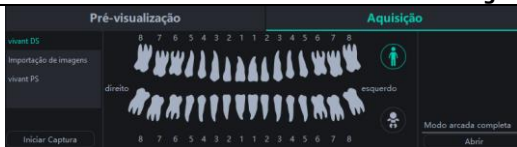
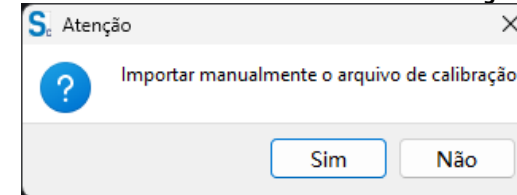
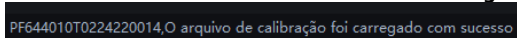

Fig. 23
Fig. 24
Fig. 25
h. Com o paciente selecionado, selecionar a aba "Aquisição" na parte superior da interface, e então "vivant DS". Com o Sensor conectado ao computador e os parâmetros do gerador de raios X e o dente já definidos (Fig. 23), selecionar "Iniciar Captura" e o dispositivo entrará no estado de aquisição. No primeiro uso do Sensor, o software irá solicitar a "Importação do arquivo de calibração" (Fig. 24). Basta selecionar "Sim" e então selecionar a pasta com o mesmo número de série gravado no sensor, que está dentro do Pen Drive que acompanha o equipamento. Após alguns segundos, o número de série será exibido na barra de status do programa (canto inferior direito - Fig. 25). Então, basta expor o equipamento aos raios X e aguardar a formação da imagem.